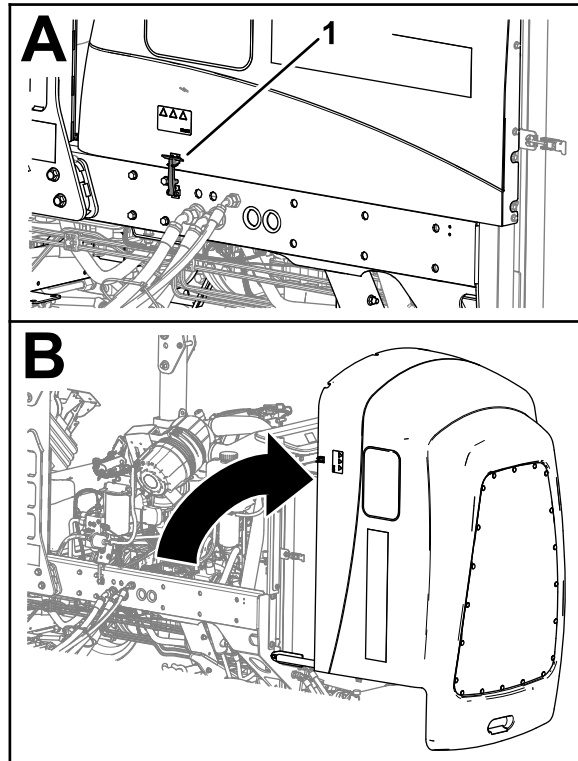

Figura 104
1. Eliberați cei 2 clicheti ai capotei (Figura 104).
- Eliberai clichetul din cauciuc de pe capacul compartimentului bateriei (**Figura 104**).